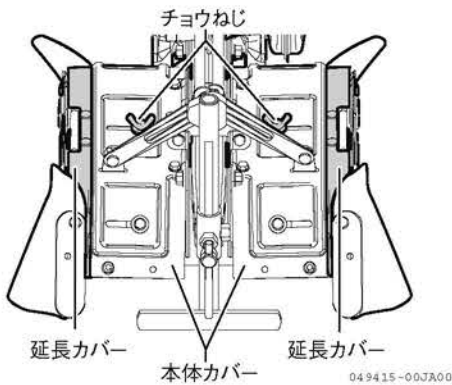

図 3-5 ロータリーカバー幅調整
1. 本体カバーと延長カバーを固定している、左右のチョウねじ（各1個）をゆるめると、左右のカバーの幅を調整できます。（図3-5）
2. 調整後はチョウねじを締め付けます。（図3-5）